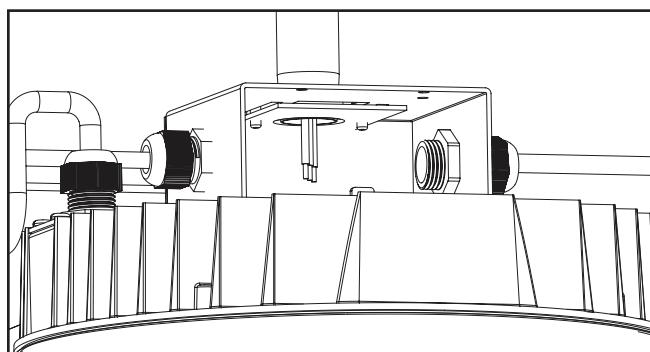

Figura 10.
- Verifique que el vástago colgante esté completamente acoplado con la placa de montaje ajustable asegurándose de que la parte inferior del vástago colgante esté a ras con o sobresalga ligeramente más allá de la parte inferior de la placa de montaje ajustable. (Figura 10)